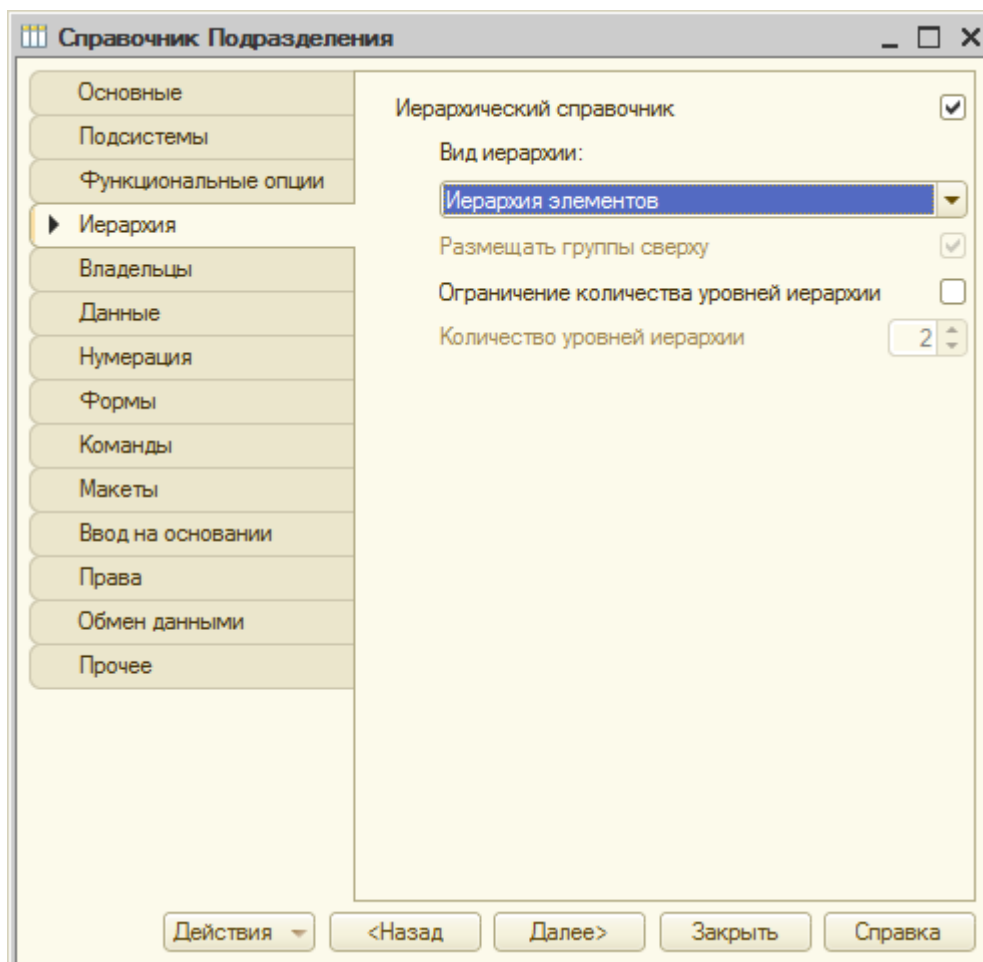

Рисунок 10.1- Настройка иерархии справочника Подразделения
1. Добавим в нашу конфигурацию еще один справочник. Дадим ему имя **Подразделения**, добавим в состав подсистем **БухгалтерскийУчет**, **УчетРаботыМастеров** и **РасчетЗароботнойПлаты**. Увеличим длину наименования на закладке **Данные** до 100 символов. Сделаем справочник иерархическим – на закладке **Иерархия** установим флаг **Иерархический справочник**, параметр **Вид иерархии** установим в значение **Иерархия элементов**, **Рисунок 10.1**.